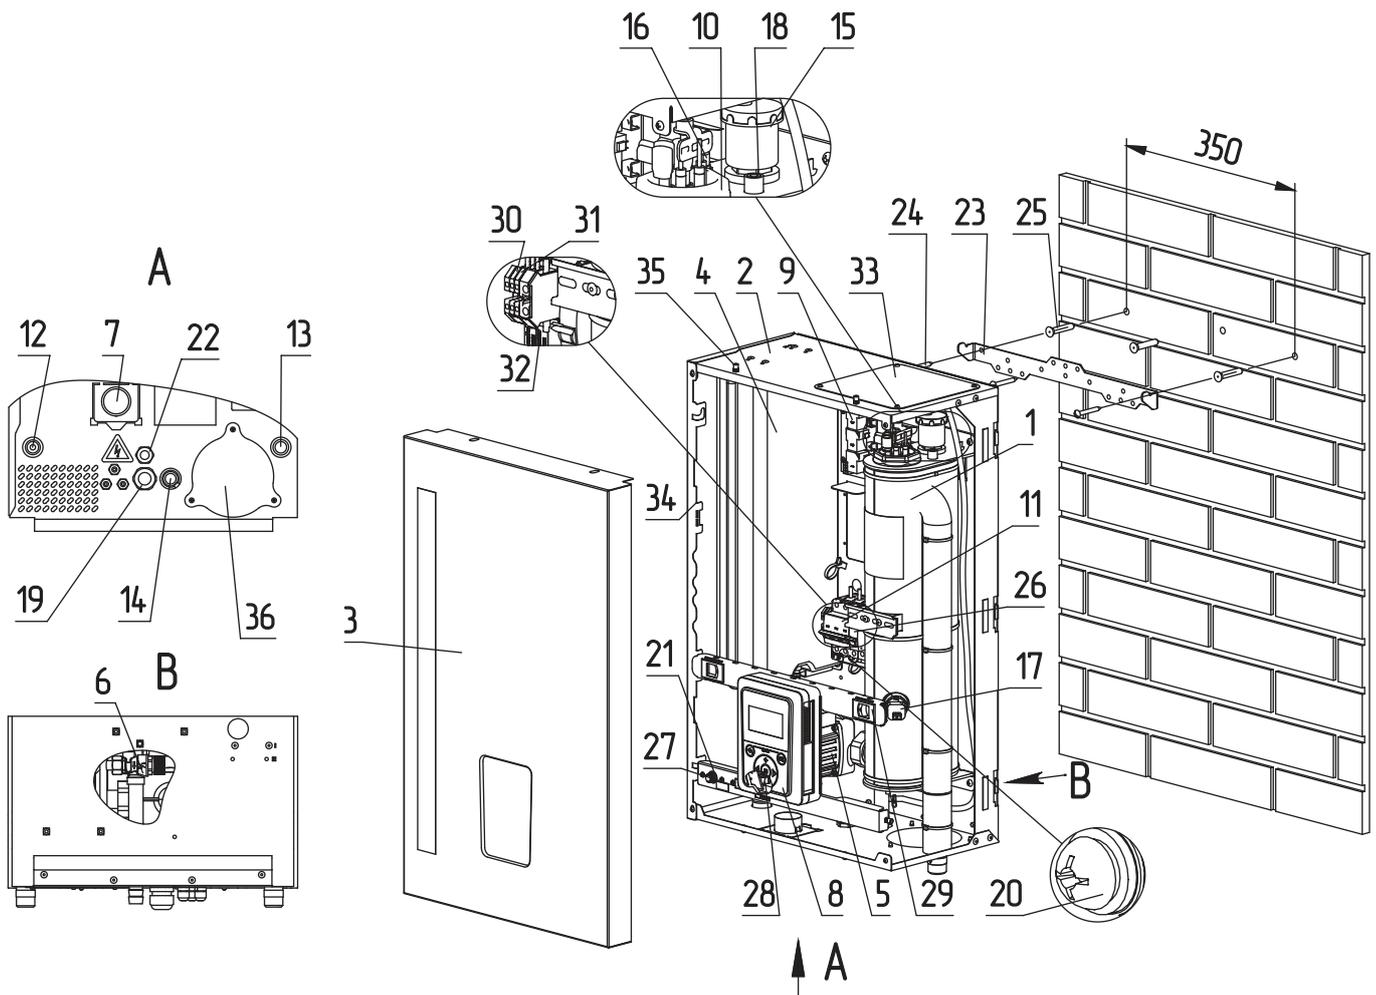

Рис.4 Устройство электрического котла ZOTA МК-X 4,5-24 кВт
Закрепите настенный кронштейн на вертикальной поверхности в необходимом месте с помощью шурупов, входящих в комплект, и установите на него котел, как показано на **рис.4, 5**;
- извлечь перемычки (**рис.4, 5 поз.32**);
- подключить провода фазы «L» к колодке (**рис.4, 5 поз.30**);
- подключить провода нейтрали «N» к колодке (**рис.4, 5 поз.31**).
- включить вводной автомат (**рис.4, 5 поз.11**) вместе с расцепителем в верхнее положение;
- перевести выключатель (**рис.4, 5 поз 27**) в положение ВКЛ;